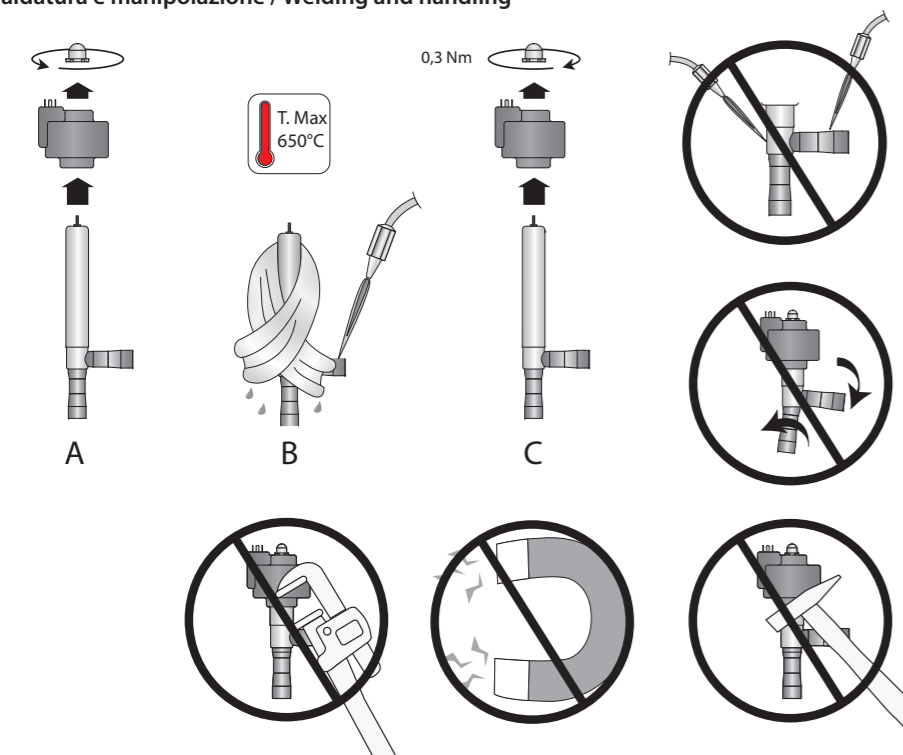

Fig. 2
Le valvole E3V devono essere saldate al circuito mediante brasatura dei raccordi in rame ai tubi di uscita condensatore (IN) e d'ingresso evaporatore (OUT). Seguire la successione indicata in Fig. 2 procedendo in questo modo:
The E3V valves must be joined to the circuit by braze welding the copper fittings to the condenser outlet (IN) and evaporator inlet pipes (OUT). Proceed as indicated in Fig. 2.